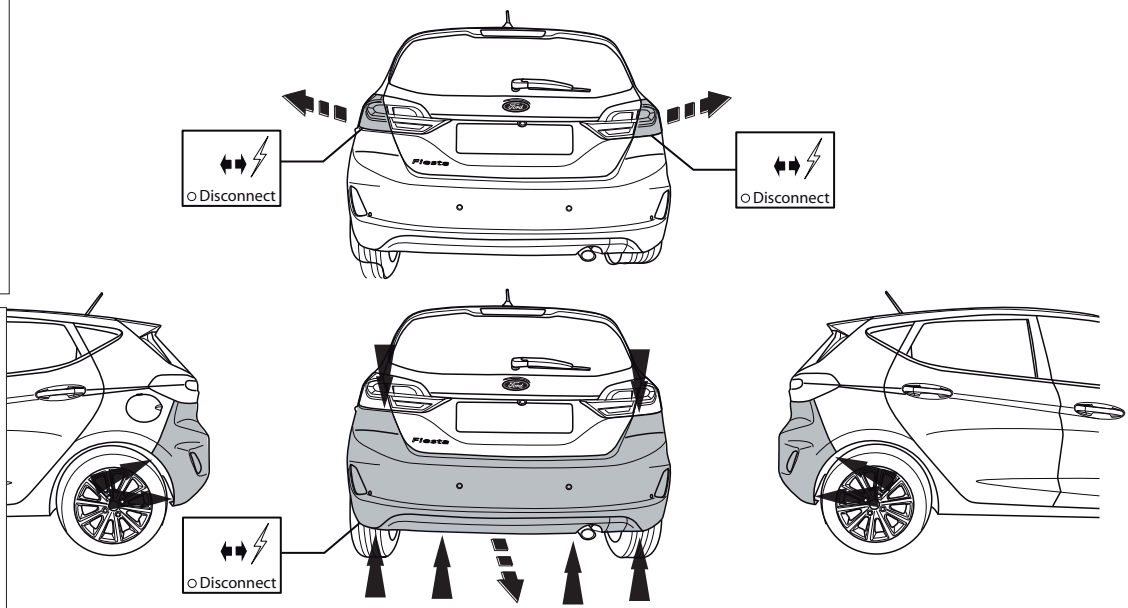

Fig. 1
1. Снять оба блока задних фар. Снять оба блока бампер. См. рисунок 1.